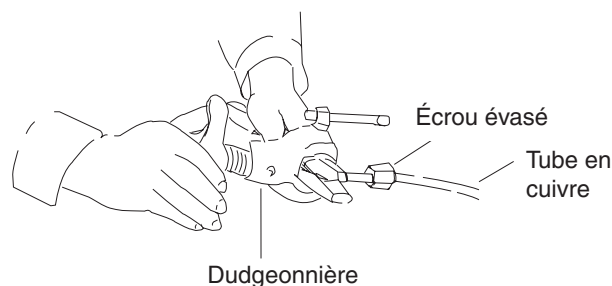

Fig. 6-3
- (3) Retirez l'écrou évasé de l'unité et installez-le sur le tube en cuivre.
- (4) Évasez l'extrémité du tube en cuivre à l'aide d'une dudgeonnière.* (Fig. 6-3)